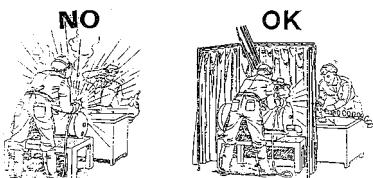

Fig.4
- Réaliser l'opération de soudage dans un milieu isolé par rapport aux autres zones de travail, afin de protéger les opérateurs contre les radiations et la fumée. En cas d'impossibilité, les personnes se trouvant à proximité de l'opérateur, et à plus forte raison ses assistants, doivent être protégées en interposant des rideaux/écrans opaques transparents, auto-extinguibles et conformes à la norme locale en vigueur (le choix de la couleur d'un rideau dépend de la méthode de soudage et de la valeur des courants utilisés), en portant des lunettes de protection anti-UV et si nécessaire un masque équipé d'un filtre protecteur adéquat (Fig. 4). Avant de souder, éloigner du lieu de travail tous les solvants qui contiennent du chlore, normale-